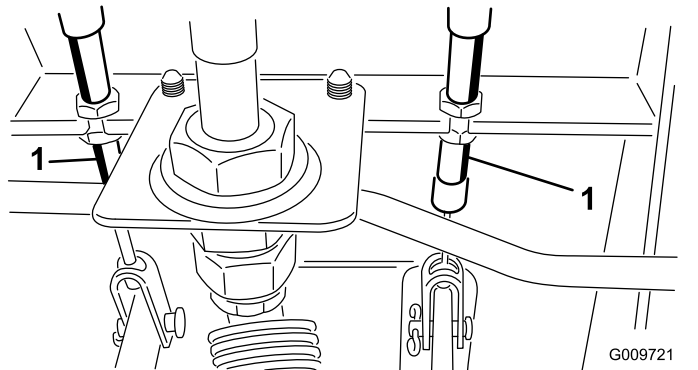

Figura 114
- A. Allentate il dado anteriore sull'estremità filettata del cavo del freno (Figura 114).